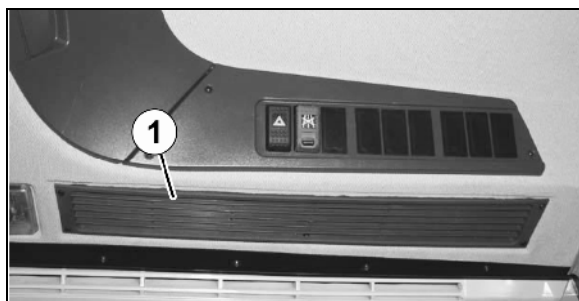

Bild 166
1. Demontera cirkulationsgallret (Bild 166/1).